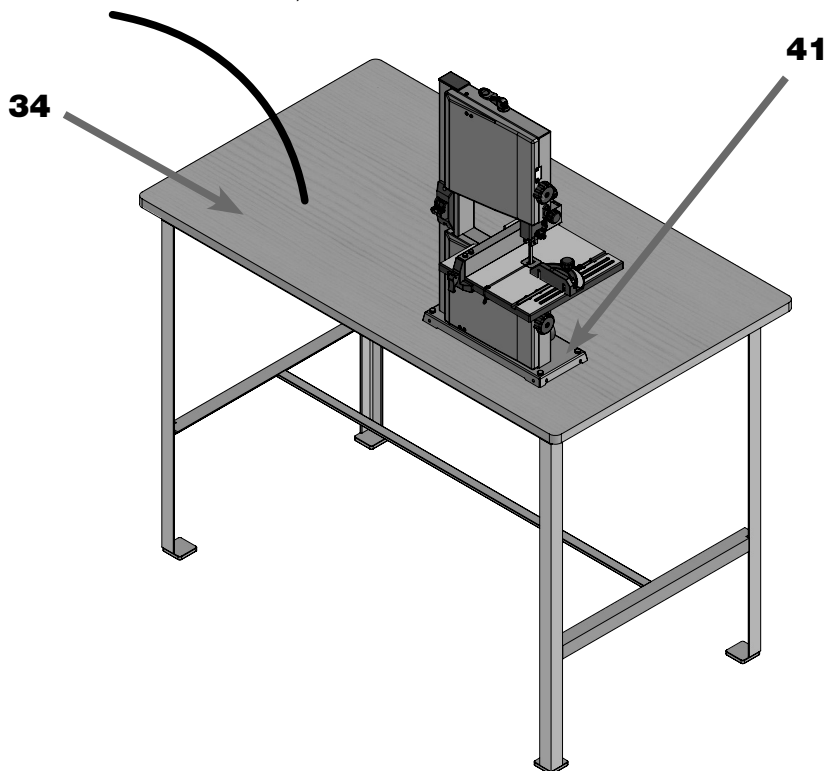

FIGURA 12 – Recomendação da máquina de Serra de Fita fixada sobre uma bancada
O usuário pode fixar a Base da Estrutura (41) da máquina sobre a Bancada (34) (NÃO ACOMPANHA O EQUIPAMENTO) por meio de parafuso como ilustrado na figura 12. Isso pode ser necessário, pois durante a operação de corte, a pressão do material contra a Lâmina de Serra de Fita (02) pode fazer com que a máquina se movimente, gerando riscos de acidentes, principalmente de tombamento.
POSICIONAR e FIXAR a Serra de Fita (01) sobre uma bancada plana e nivelada de acordo com a figura 12.